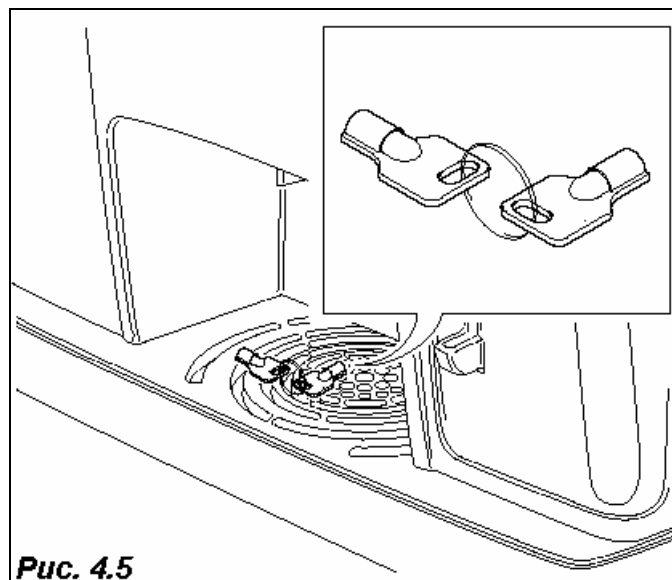

Рис. 4.5
- Извлеките ключ из камеры выдачи напитков (Рис. 4.5)